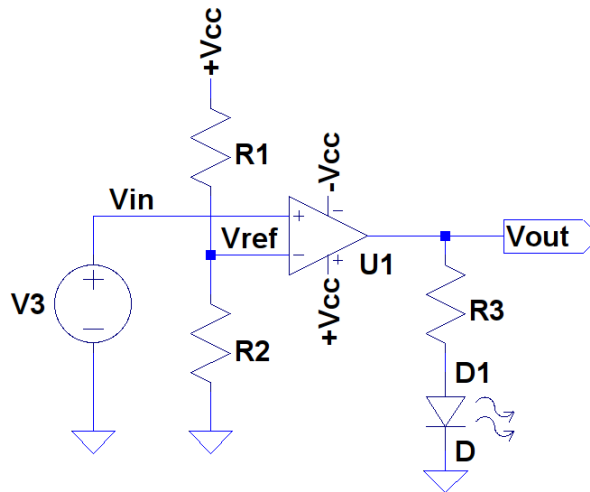

Figura 6.6: Circuito do amplificador operacional como comparador de tensão.
2. Altere o circuito de forma que a saída do amplificador operacional acione o LED. Insira também o divisor resistivo para gerar a tensão de referência $V_{REF} = 1V$ na entrada inversora do amplificador operacional, como mostrado na (Figura 6.6).